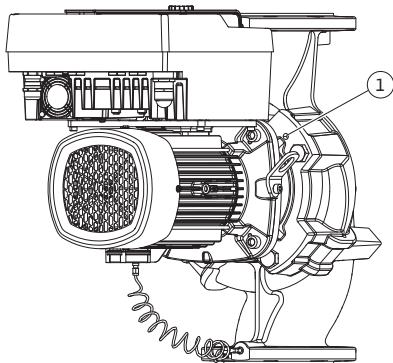

Fig. 10: Aftrykning af indstikssættet via gevindhuller
- Tryk indstikssættet (se Fig. 4) af pumpehuset. Afhængigt af pumpetyper (se Fig. I ... Fig. IV) findes der to forskellige kanter. Til pumpetyper (Fig. III og Fig. IV) skal skrue (pos. 29) løsnes. Brug de to gevindhuller (Fig. 10, pos. 1), der ligger ved siden af, og anvend egnede skrue (f.eks. M10 x 25 mm) stillet til rådighed på opstillingsstedet. Til pumpetyper (Fig. I og Fig. II) skal de to gevindhuller M10 (Fig. 104) anvendes. Anvend egnede skrue stillet til rådighed på opstillingsstedet (f.eks. M10 x 20 mm). Ved aftrykning kan slidserne (Fig. 104, pos. 2) også anvendes.